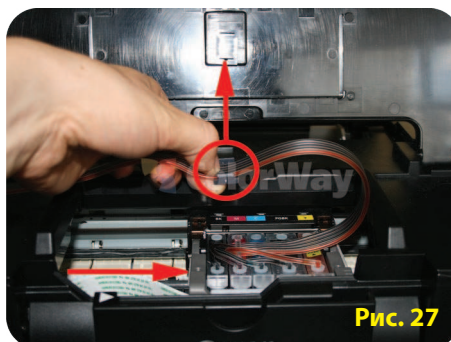

Рис. 27
- 5.9. Не отпуская рукой держателя, отодвиньте каретку до середины вправо. (Рис. 27).